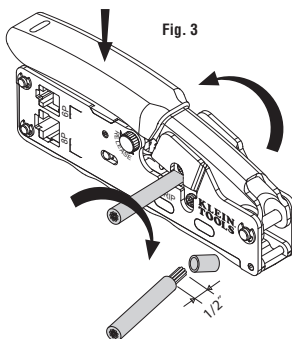

Fig. 4
#### CRIMPING MODULAR PLUGS (Fig. 4 and 5):
- See the chart (Fig. 4) to determine the appropriate cavity for the connector-cable assembly.
#### PONCHADO DE ENCHUFES MODULARES (Fig. 4 y 5):
- Consulte el gráfico (Fig. 4) para determinar la cavidad apropiada para el ensamblaje de conector-cable.
#### CRIMPAGEM DE PLUGUES MODULARES (Fig. 4 e 5):
- Consulte a tabela (Fig. 4) para determinar a cavidade apropriada para o conjunto conector-cabo.